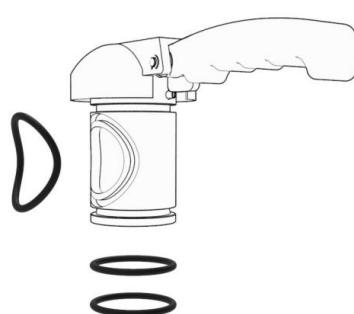

Рис. 4.5
9.9.5 Вы видите три черных кольца как указанно (см. Рис. 4.5).